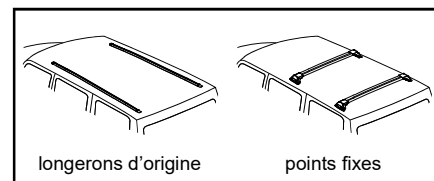

fig. 1
- Que ce soit pour les glissières d'origine ou les points fixes (voir la figure 1), vérifier que le toit ne se déforme pas quand on y applique une lourde charge.